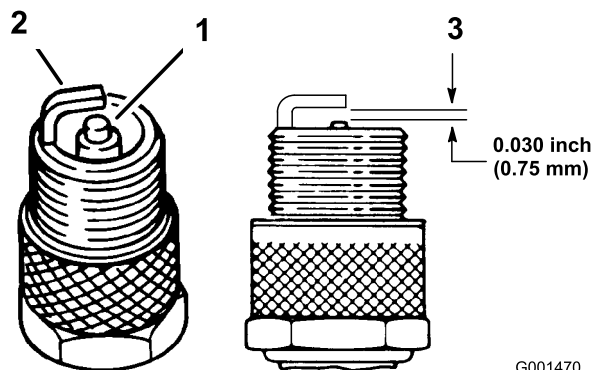

Figura 41
4. Controllate le condizioni degli elettrodi laterale e centrale, e dell'isolatore dell'elettrodo centrale, per accertare che non siano danneggiati (Figura 41).
5. Impostate la distanza tra il centro e il lato degli elettrodi a 0,76 mm (Figura 41).